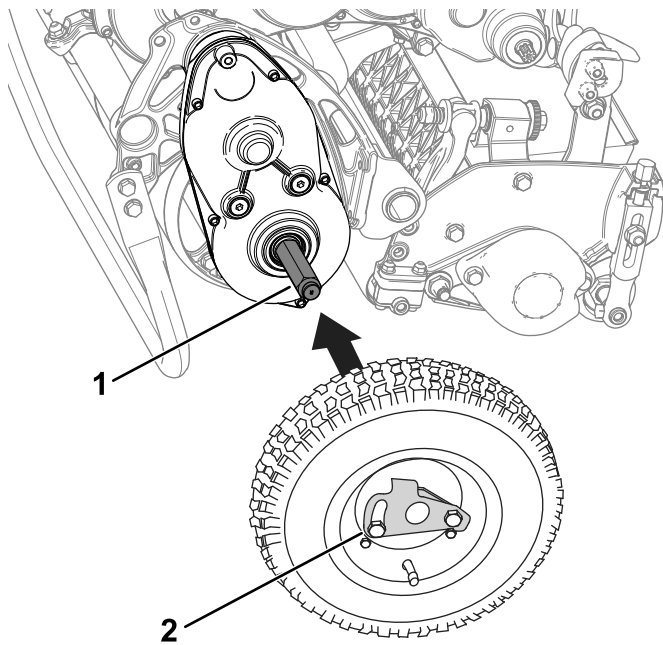

Bild 21
2. Ziehen Sie das Rad auf die Achse auf (Bild 21).
3. Drehen Sie den Radbefestigungsclip (Bild 21) von der Mitte des Rads weg, damit er weiter auf die Achse gleiten kann.